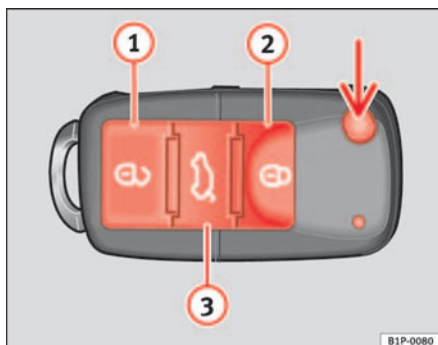

Abb. 64 Tastenbelegung
Mit der Taste \Rightarrow Abb. 64 (Pfeil) der Fernbedienung wird der Schlüsselbart ausgeklappt.
Fahrzeug entriegeln \Rightarrow Abb. 64 ①.
Fahrzeug verriegeln \Rightarrow Abb. 64 ②.
Heckklappe entriegeln. Drücken Sie die Taste \Rightarrow Abb. 64 ③, bis alle Blinkleuchten am Fahrzeug kurz aufleuchten. Nach Drücken der Entriegelungstaste \Rightarrow ③ können Sie die Heckklappe innerhalb von 2 Minuten öffnen. Nach Ablauf dieser Zeit wird die Heckklappe wieder verriegelt.
Zudem blinkt die Batterie-Kontrollleuchte des Schlüssels \Rightarrow Abb. 64 auf.
Bei einmaligem Drücken der Taste \Rightarrow Abb. 64 ①, wird nur die Fahrertür geöffnet. Alle anderen Türen bleiben verriegelt.
Bei zweimaligem Drücken der Taste  ⇒ Seite 101, Abb. 64  werden alle Türen entriegelt.
- Verriegeln Sie das Fahrzeug mit dem Schlüssel mit Funk-Fernbedienung ⇒ Seite 101, Abb. 64 über das Schloss in der Fahrertür.